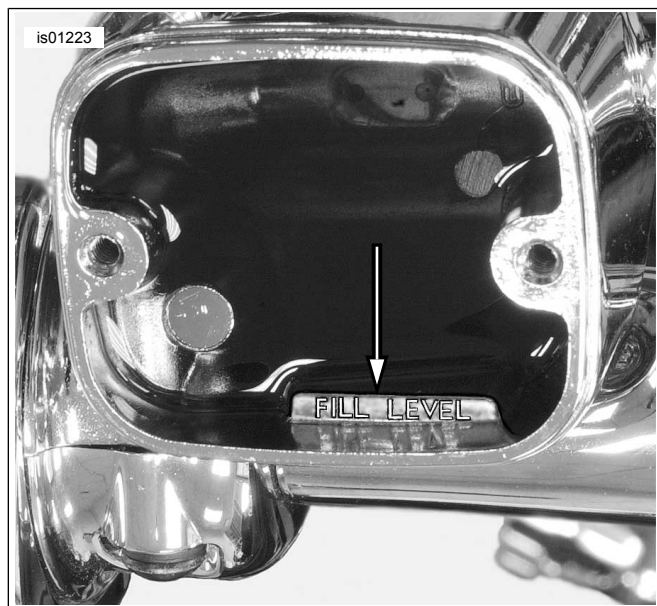

Figura 6. Livello di rifornimento
3. Vedere Figura 6. Aggiungere il grado di liquido per freni al serbatoio della pompa della frizione specificato nel manuale di manutenzione. Non riutilizzare liquido per freni vecchio. Usare solo quello proveniente da un contenitore sigillato. Il livello iniziale di rifornimento non dovrebbe superare il contrassegno FILL LEVEL (livello di rifornimento).
6. Vedere Figura 6. Riempire il serbatoio fino a FILL LEVEL (livello di rifornimento) e ripetere le operazioni riportate nel punto precedente tre volte o più finché non si osservi un flusso continuo di liquido per frizione fuoriuscire dal raccordo con bullone passante e il livello del liquido nel serbatoio sia all'altezza di FILL LEVEL (livello di rifornimento) con la motocicletta diritta.